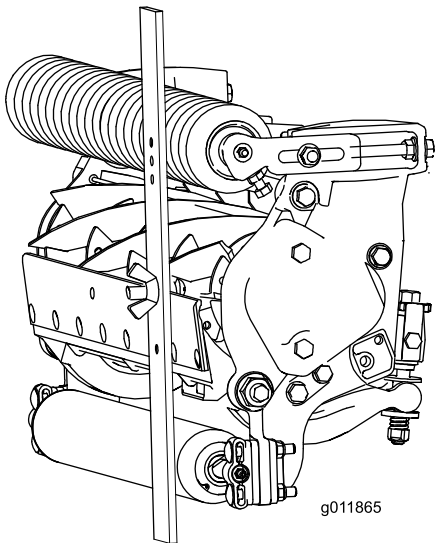

图18
3. 将螺丝头钩在底刀的刀刃上并将调刀尺的后端放到后滚筒上 图18。
4. 旋转调节螺丝直到前滚筒接触到调刀尺 图18。调整滚筒的两端直到整个滚筒与底刀平行。